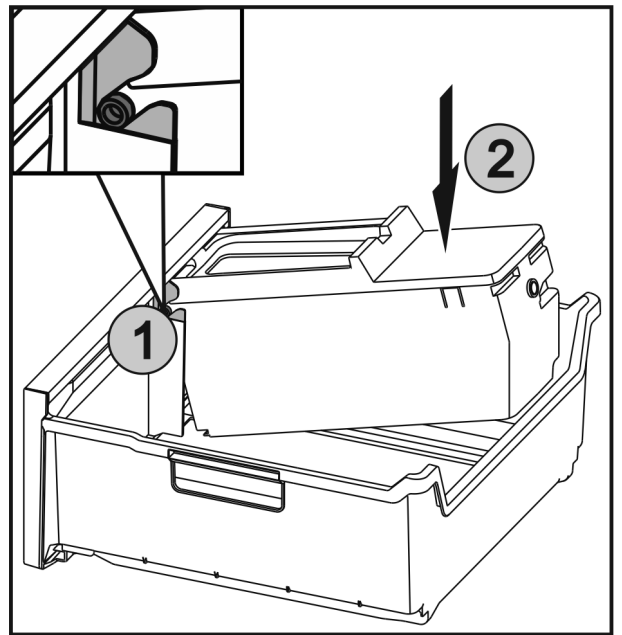

Fig. 33
- ▶ Inserire gli assi Fig. 33 (1) di EasyTwist-Ice nelle guide e premere la parte posteriore Fig. 33 (2) finché la linguetta non si innesta.